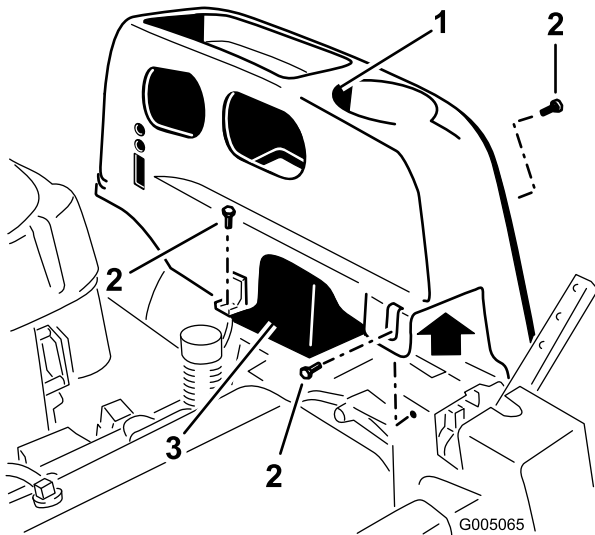

Figure 24
2. Enlevez les vis à tête TORX® (T25) qui fixent le couvercle gauche au châssis, comme illustré à la Figure 24.